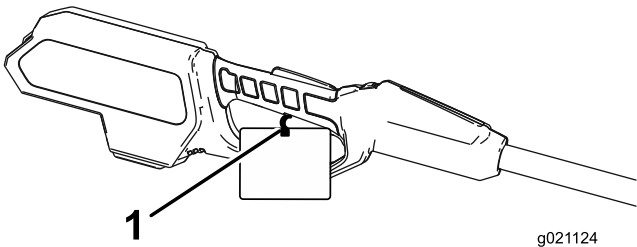

Figura 2
2. Aleje la brida del cuerpo, córtela y retírela del gatillo (Figura 2).